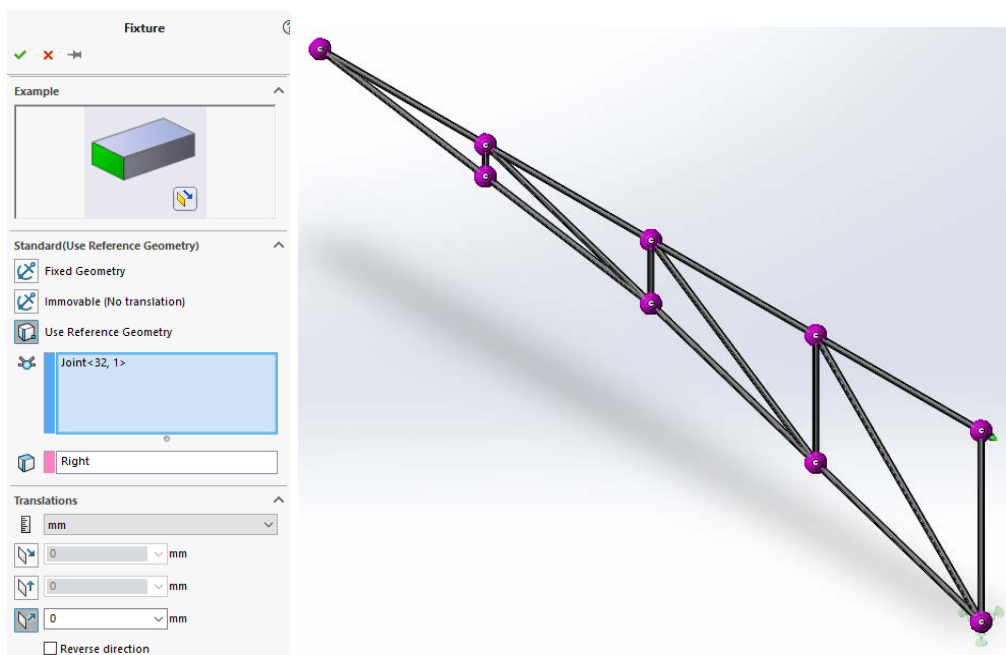

Рис. 4.175
- в якості **Соединения**  вибираємо верхній вузол (рис. 4.175);